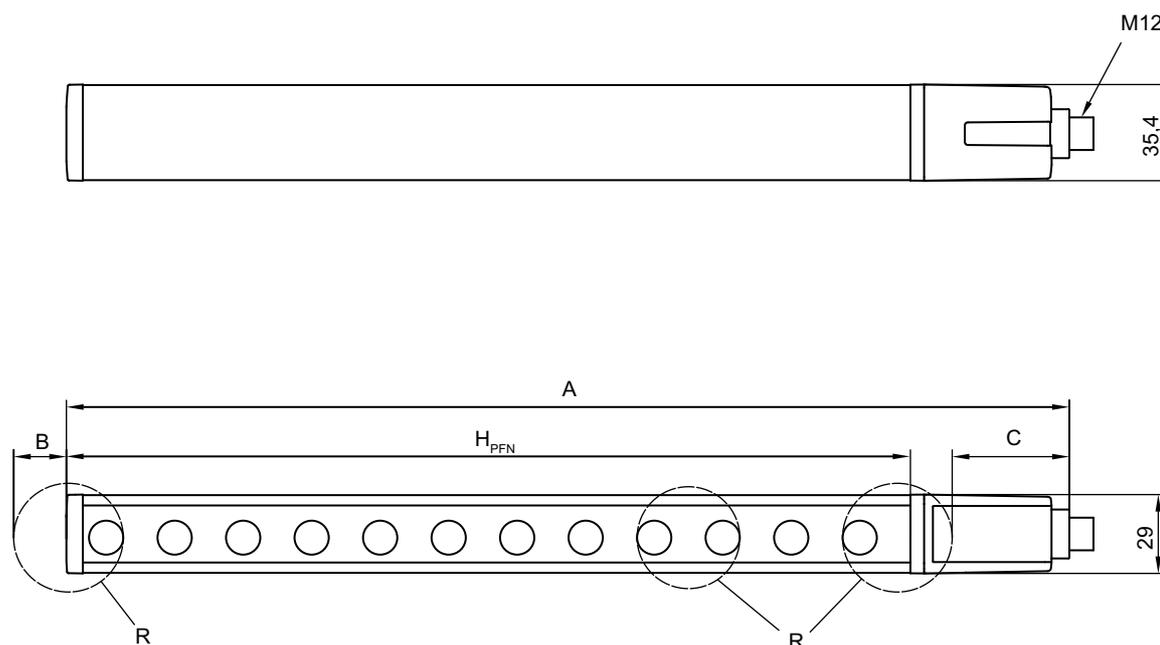

Figura 14.1: Dimensioni emettitore e ricevitore
| Dimensioni                 | vedi figura 14.1 e vedi tabella 14.7                       |
b) altezza complessiva, vedi figura 14.1